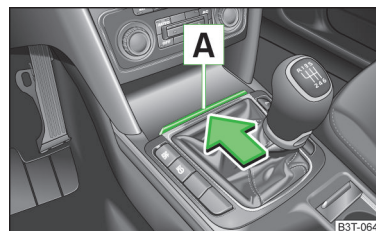

Fig. 82
➤ Appuyer sur le bord du couvercle **A** » fig. 82 dans le sens de la flèche.
- Ouvrir le cendrier » fig. 82 à la page 95.